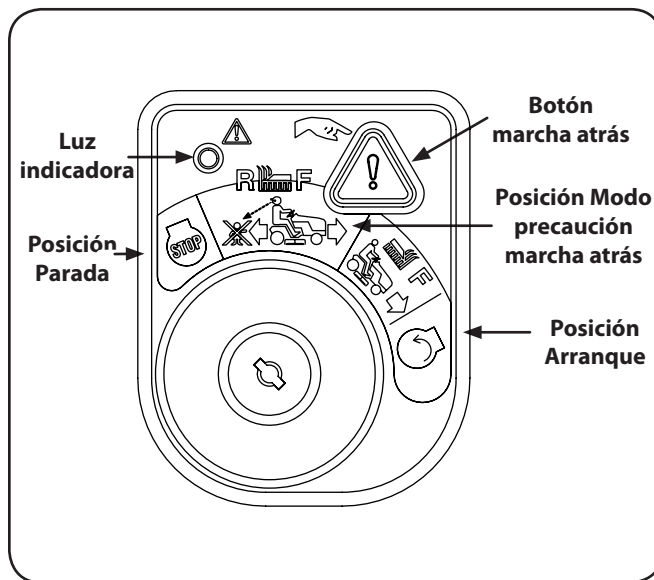

Figura 5-3
2. Gire la llave desde la posición de CORTE NORMAL (verde) hasta la posición de MODO PRECAUCIÓN MARCHA ATRÁS (amarillo) del módulo de la llave de contacto. Vea la Figura 5-3.
3. Presione el BOTÓN DE MARCHA ATRÁS (botón triangular de color naranja) en la esquina superior derecha del módulo de la llave de contacto. La luz indicadora roja en la esquina superior izquierda del módulo del interruptor de llave se mantiene ENCENDIDA mientras esté activado. Vea la Figura 5-3.